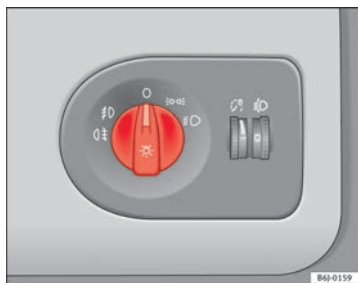

Fig. 56 Dettaglio della plancia portastrumenti: interruttore luci, fari fendinebbia e retronebbia
- Girare l'interruttore ⇒ fig. 56 sulla posizione ☀.